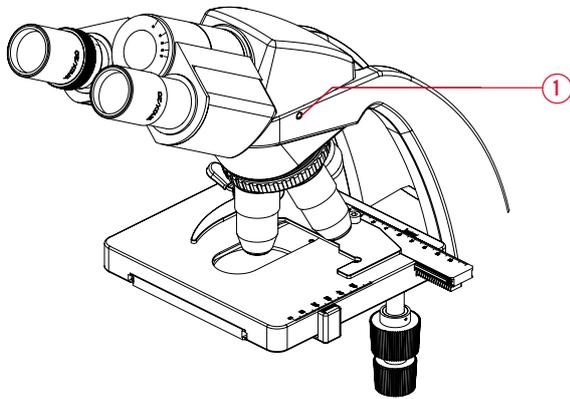

Abb. 10a
- Lösen Sie die Sicherungs-Schraube des Tubus und heben Sie den Tubus ab. (Abb. 10a)